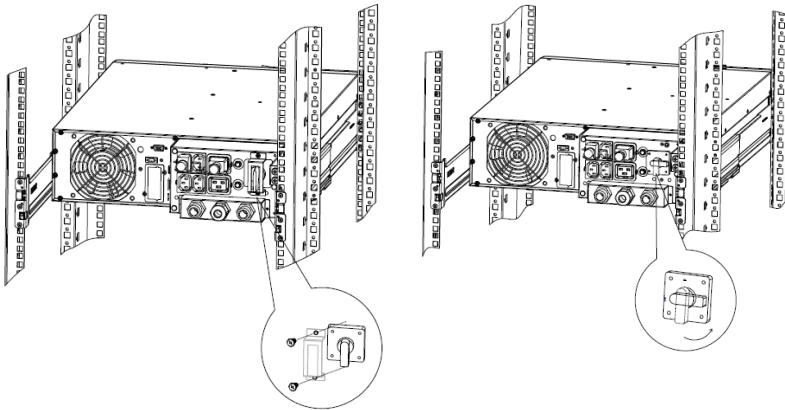

Abbildung 34: Ausbau XANTO S 6000, Schritt 1/3
1. Entfernen Sie die Sicherungsabdeckung vom Wartungsbypass, lösen Sie hierzu 2 Schrauben. Schalten Sie den Wartungsbypass auf Bypass (siehe Abbildung 34).